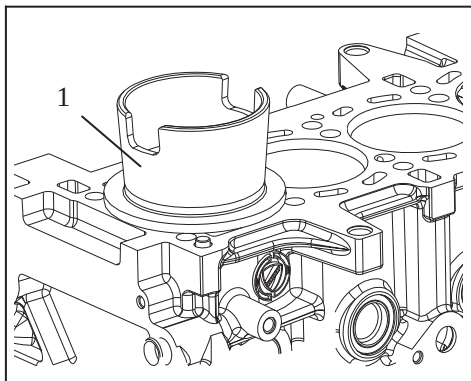

图 5-19
8.3 如图 5-19, 将活塞和连杆组装进气缸时, 活塞裙部、活塞环、气缸壁、连杆轴上瓦、连杆轴下瓦和曲柄销上涂适量的机油。将活塞顶部上的标识“ ”对应发动机前端。用专用工装(1)压缩活塞环, 将活塞安装在气缸里, 使连杆装在曲轴上。